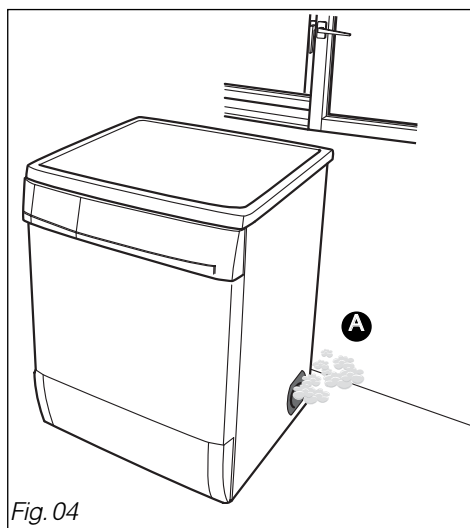

Fig. 04
- **Soit directement dans la pièce :** (Fig. 04) **A**